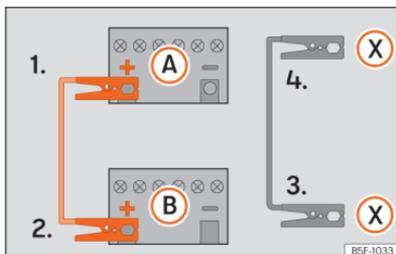

Fig. 194 Esquema de ligação para veículos com sistema Start Stop.
Os cabos de arranque apenas se deverão ligar seguindo a ordem 1 > 2 > 3 > 4 >>> Fig. 194.
Nos veículos com sistema Start-Stop: ligue uma extremidade do cabo preto de emergência (X) a um terminal de massa adequado, a uma peça de metal maciça que esteja aparafusada ao bloco do motor ou ao próprio bloco do motor >>> Fig. 194.
5. Ligue a outra extremidade do cabo preto de emergência (X), no veículo com a bateria descarregada, a um terminal de massa adequado, a uma peça de metal maciça que esteja aparafusada ao bloco do motor ou ao próprio bloco do motor, mas o mais afastado possível da bateria A.